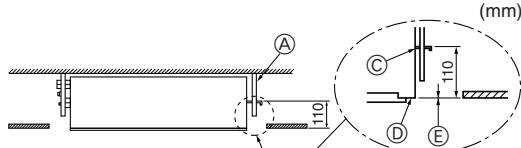

Fig. 2-9
5. Tüm somunları sıkın. (Fig. 2-9)